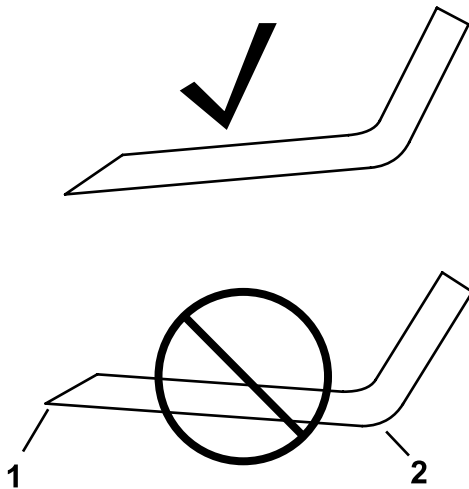

**Figure 75**
4. Examinez le tranchant de toutes les lames et aiguissez-le s'il est émoussé ou ébréché; aiguissez uniquement le haut du tranchant et conservez l'angle de coupe d'origine pour obtenir une coupe nette (**Figure 75**).